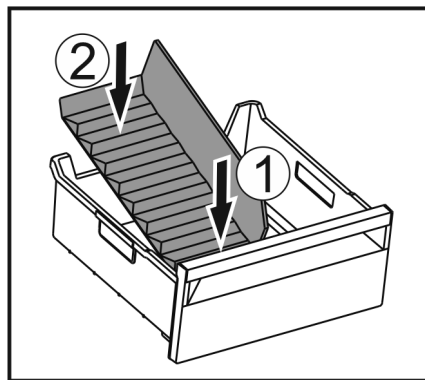

Fig. 139
- ▶ Установите переднюю часть разделителя отделения для льда. Fig. 139 (1)
- ▶ Опустите заднюю часть разделителя отделения для льда на дно выдвижного ящика. Fig. 139 (2)